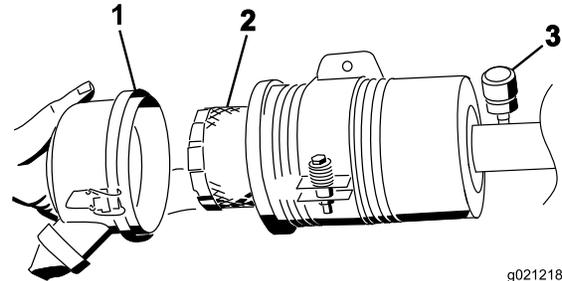

Figura 84
6. Togliete il filtro e sostituitelo (Figura 84).